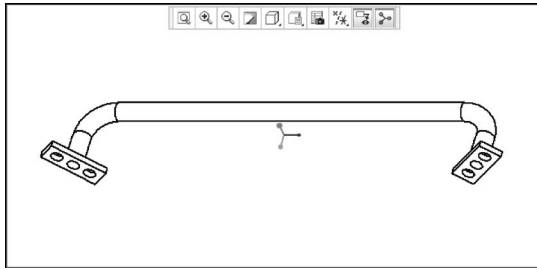

图 1-53 消隐模式显示模型效果
STEP 04 单击“模型显示”面板中的“显示样式”右侧的下拉按钮，在弹出的列表框中选择“消隐”选项，即可以消隐模式显示模型，效果如图 1-53 所示。